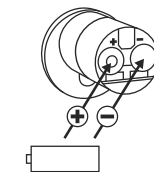

Abb. 3
- ② Entnehmen Sie die alten Batterien und entsorgen Sie sie fachgerecht.
- ③ Legen Sie zwei neue Batterien ein. Achten Sie dabei auf die korrekte Polung gemäß der Zeichnung (Abb. 3).